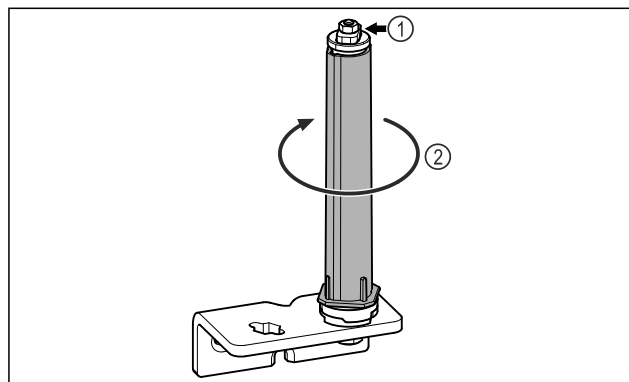

Fig. 23
- ▶ Ne szedje szét az ajtózáró rendszert Fig. 23 (1).
- ▶ Forgassa el a zárórendszert Fig. 23 (2), amíg az be nem kattann.